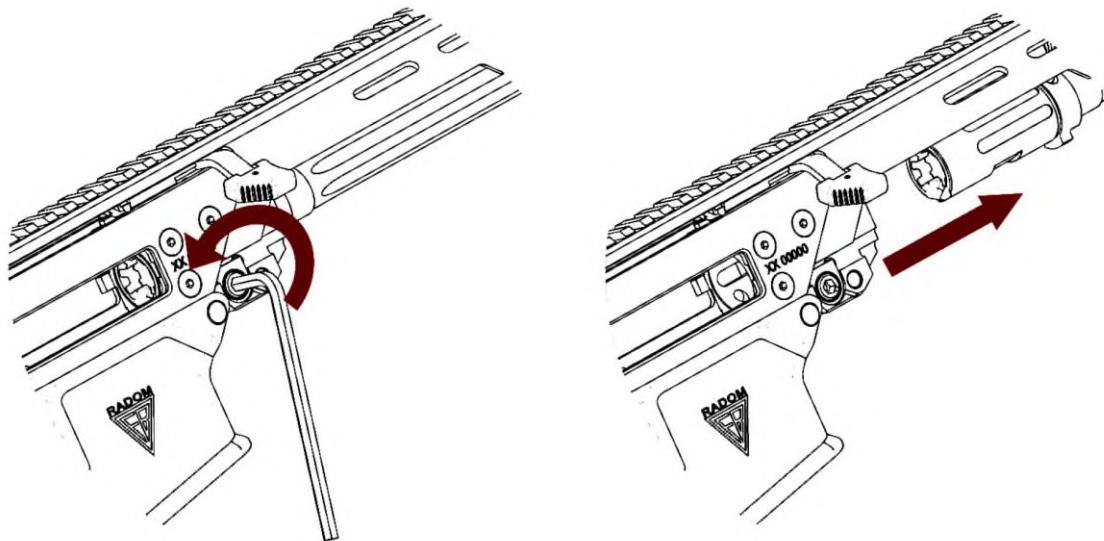

Рисунок 2.36 – Від'єднання ствола
2) від'єднати ствол, для цього (рисунок 2.36):